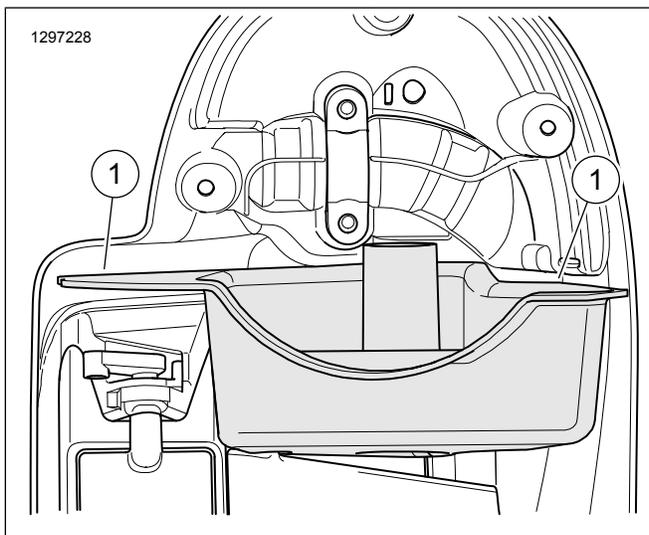

Figure 5. Surface d'accouplement du joint d'étanchéité du carénage inférieur
5. Consultez Figure 5 . Préparez l'enceinte et le plateau inférieur pour l'installation du joint d'étanchéité. Nettoyez avec un mélange de 50 à 70 % d'alcool isopropylique et de 50 à 30 % d'eau distillée.